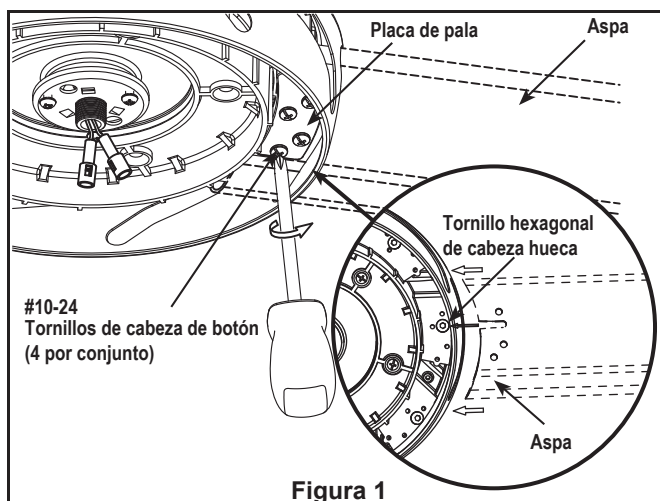

Figura 1
1. Deslice con cuidado las aspas a través de la ranura, como se muestra. Asegúrese de que la muesca de la pala esté completamente colocada en el tornillo hexagonal de cabeza hueca. Fije las ocho palas correctamente usando las placas de las palas y los tornillos de cabeza de botón. (Figura 1)
1. Extraiga uno de los tres tornillos del soporte ubicado en la parte inferior de la unidad del motor. Guárdelos para después y afloje levemente los otros dos tronillos. (Figura 1)